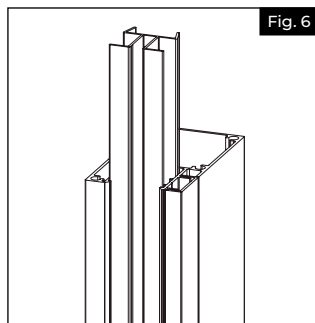

Fig. 6
Instale (6) tabloncillos* horizontalmente en el travesaño inferior (Fig. 6).
Deslice los adaptadores verticales de poste en cada poste. Asegúrese de que el adaptador se asiente detrás de la cara del poste y delante de la primera ranura de los postes (Fig. 6). Guíelos hacia abajo hasta que entren en contacto con el travesaño inferior.